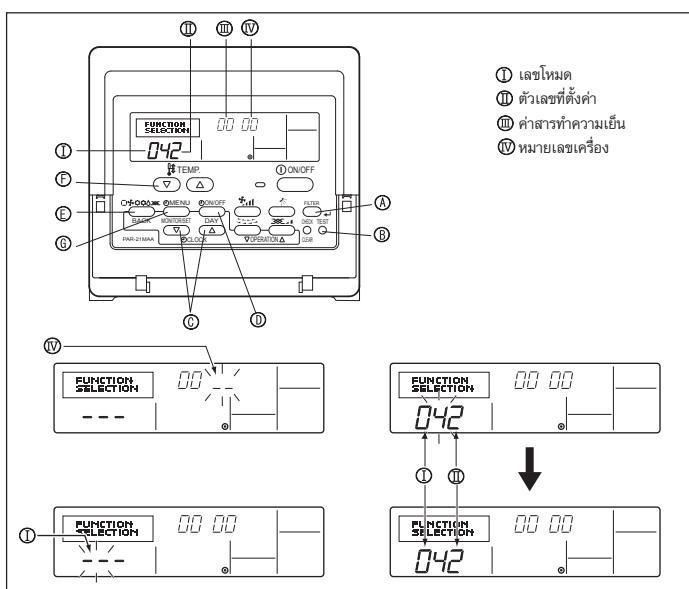

Fig. 6-8
1) สำหรับรีโมทคอนโทรลไร้สาย (Fig. 6-8)